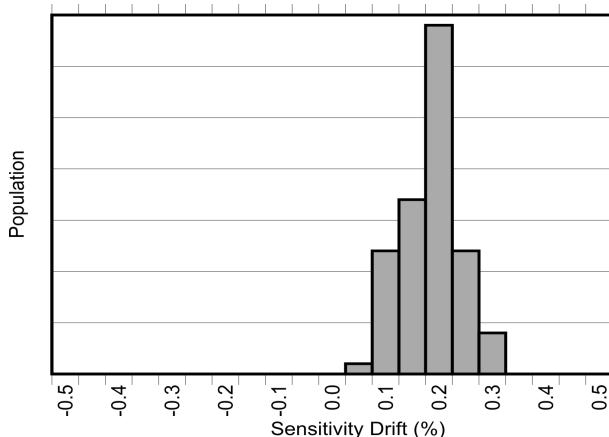
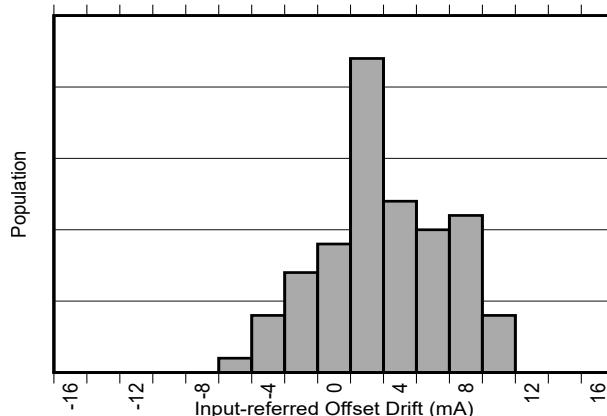

図 8-3. AEC-Q100 高温動作寿命ストレス テスト後の
図 8-4. AEC-Q100 高温動作寿命ストレス テスト後の
一般的な磁気電流センサでは、温度ドリフトが大きいことに加え、デバイスの寿命全体の経年劣化により、感度に 2%~3% のドリフトもさらに影響されます。TMCS1133-Q1 で温度ドリフトを低減するために使用されているのと同じ独自の補償技法も使用されます。これにより、特に動作温度が高いときに、ストレスや環境条件による経年変化による寿命ドリフトを大幅に低減できます。電気的特性 に示すように、TMCS1133-Q1 は標準 3 ロットの AEC-Q100 認定において、130°C、相対湿度 (RH) 85% での高度加速ストレス試験 (HAST) の後、業界をリードする寿命感度ドリフトを実現しています。AEC-Q100 認定の規定に準じた 1000 時間に及ぶ 125°C の高温動作寿命ストレステストの後、電気的特性 で規定される範囲内の低感度およびオフセットのドリフトも確認されています。これらのテストは、デバイスの寿命全体での標準的な動作を模倣しており、標準的な磁気電流センサに比べて経年劣化によるデバイス性能の変動が大幅に改善されることを示しています。AEC-Q100 に規定されている 1000 時間 125°C 高温動作寿命ストレステスト後の感度およびオフセットドリフトを、図 8-3 および 図 8-4 に示します。デバイスの動作性能は、デバイスの寿命全体にわたって変化します。このテストは、デバイスの寿命全体にわたる標準的な動作を模倣しており、標準的な磁気センサに比べてデバイスが性能を大幅に向上する可能性があることを示しています。